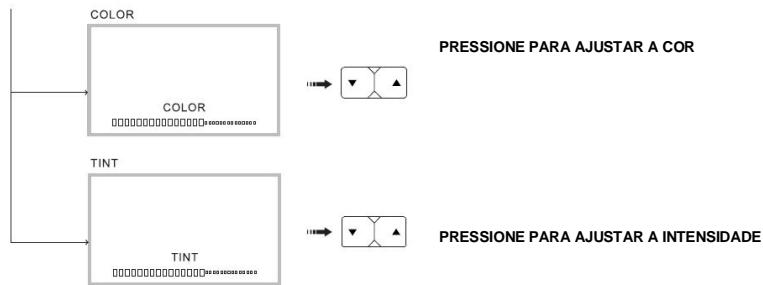

Fig.1 Controle de brilho, contraste, cor e intensidade
- Manter pressionado por 1 segundo para acessar o modo de ajuste de brilho, contraste, cor ou intensidade (Ver Fig. 1)